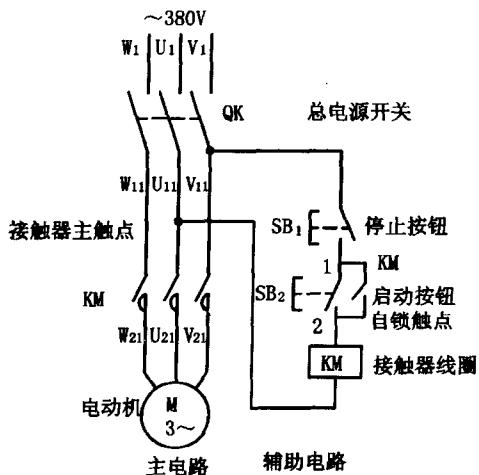
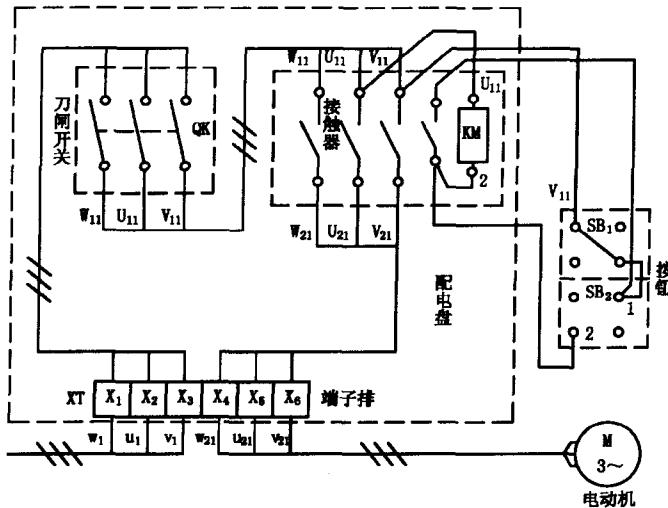
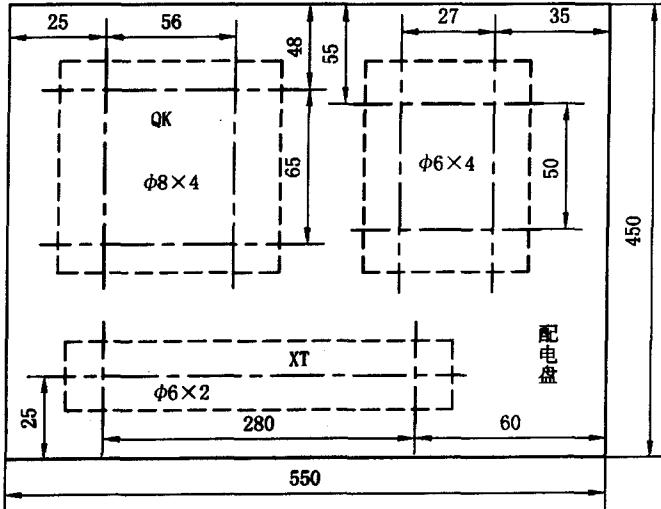
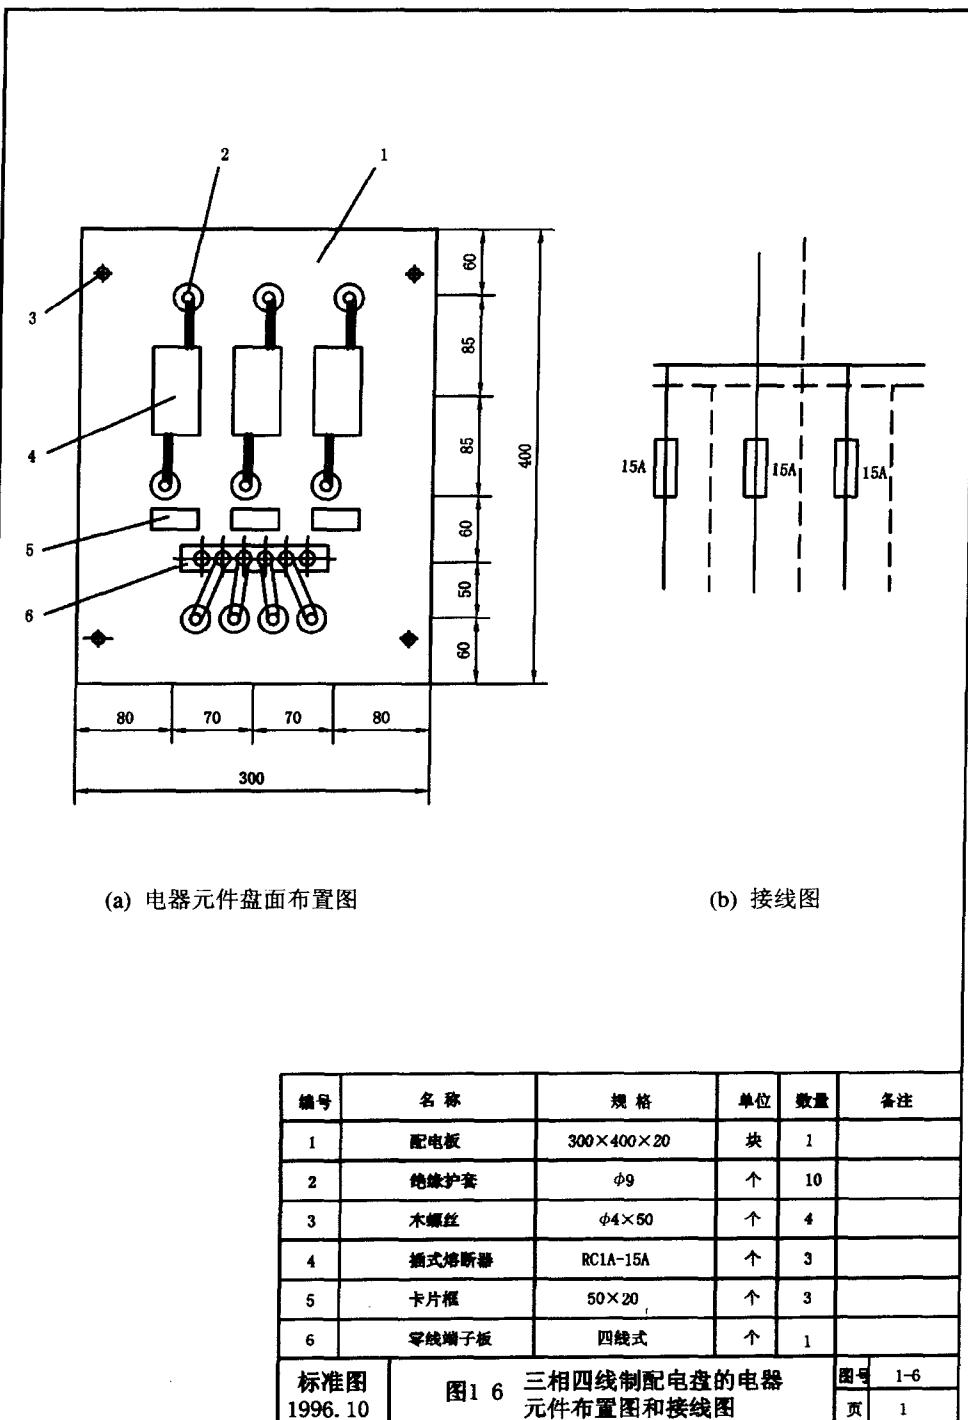

图 1-3 用交流接触器控制三相异步电动机启动与停止电气原理图
图 1-4 用交流接触器控制三相异步电动机启动的接线图
图 1-5 用交流接触器控制三相异步电动机启动的控制元件板面位置图
图 1-6 三相四线制配电盘的控制元件位置图和接线图
这里所列举的用交流接触器控制三相异步电动机启动与停止的电气原理图如图 1-3 所示。
由图 1-3 可见，主电路包括有总电源开关(QK)、接触器(KM)主触点、三相异步电动机(M)；辅助电路包括有停止按钮(SB₁)、启动按钮(SB₂)、交流接触器线圈(KM)、交流接触器的自锁触点(KM)。电路图中的交流接触器采用了展开绘制的方法。主电路中用到接触器的主触点，辅助电路中有接触器线圈和自锁(辅助)触点。
电气原理图中采用展开法绘制的控制元件，同一个元件(如图 1-3 中的接触器线圈、主触点、辅助触点)必须用同一个文字符号(例如 KM)标明。
电气原理图必须表达清楚电气设备和控制元件的动作原理(即电路工作过程)，必须表达清楚控制与被控制的关系。图 1-3 中的总电源开关 QK，是控制主电路和辅助电路的总开关。辅助电路中的 SB₂是使接触器线圈得电的开关，而 SB₁是使接触器线圈失电的开关，即 SB₂和 SB₁控制接触器线圈得电与失电；接触器主触点是控制电动机 M 通电与断电的。
电气安装接线图分为控制元件板面位置图和控制元件接线图两种。控制元件板面位置图，应该清楚画出各控制元件在配电板(盘)上明确的位置，各控制元件之间的距离以及固定各控制元件所需的钻孔位置和钻孔尺寸。接线图应该画出各控制元件之间连线和连接线的具体电气原理图的接线图，图 1-3 所对应的接线图如图 1-4 所示，其控制元件板面位置
图(盘面布置图)如图 1-5 所示。其三相四线制配电盘的控制元件位置图和接线图如图 1-6 所示。
通过对图 1-3、图 1-4、图 1-5、图 1-6 四张图的比较，可见电气原理图、电气接线图、控制元件板面位置图有很大区别。下面我们介绍电气接线图和电器元件板面布置图的画法。
通过对图 1-3、图 1-4、图 1-5、图 1-6 四张图的比较，可见电气原理图、电气接线图、控制元件板面位置图都有很大区别。下面将具体介绍电气接线图和电器板面布置图的画法。
- (1) 电气接线图必须保证电气原理图中各电气设备和控制元件动作原理的实现。
- (2) 电气接线图只标明电气设备和控制元件之间的相互连接线路而不标明电气设备和控制元件的动作原理。
- (3) 电气接线图中的控制元件位置要依据它所在实际位置绘制。
- (4) 电气接线图中各电气设备和控制元件要按照国家标准规定的电气图形符号绘制。
- (5) 电气接线图中的各电气设备和控制元件，其具体型号可标在每个控制元件图形旁边，或者如图 1-6 那样，画表格说明。
- (6) 实际电气设备和控制元件结构都很复杂，画接线图时，只画出接线部件的电气图形符号。
- (1) 电器元件板面位置图，就是控制元件在配电板(盘)上的实际位置。
- (2) 准确标明各控制元件之间的尺寸。
- (3) 图中各控制元件严格按照国家有关标准绘制。如图 1-6 所示。
- (4) 对于大型电气设备的安装位置图，只画出机座固定螺栓的位置、尺寸。